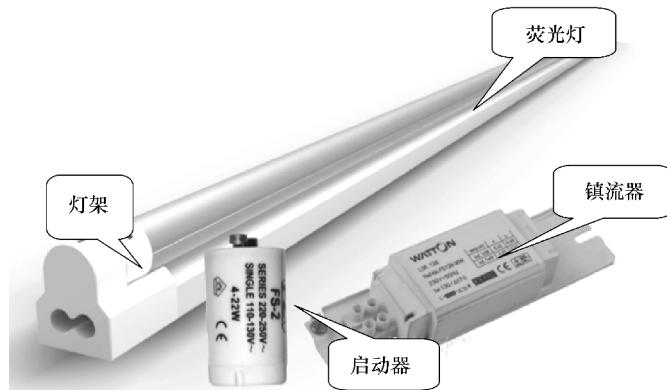

图 7-2 荧光灯及其配件
1) 在本案例中，选择的是适合使用电脑的荧光灯，36W 的直管型两盏荧光灯以及与之相匹配的灯架、启动器和镇流器，如图 7-2 所示。